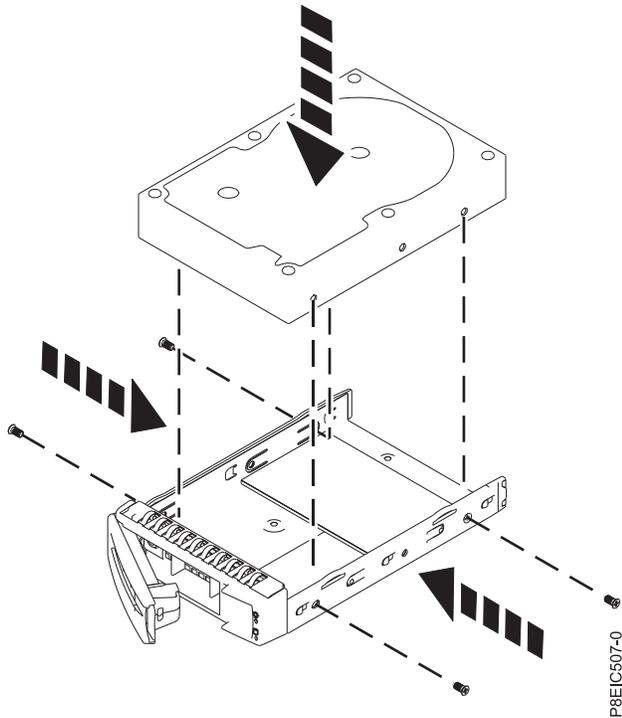

Abbildung 4. 3,5-Zoll-Laufwerk an der Halterung anbringen
- Ein 3,5-Zoll-Laufwerk passt genau auf die Halterung (siehe Abb. 4). Befestigen Sie das Laufwerk mit vier Schrauben (jeweils zwei auf jeder Seite) an den Seiten der Halterung.